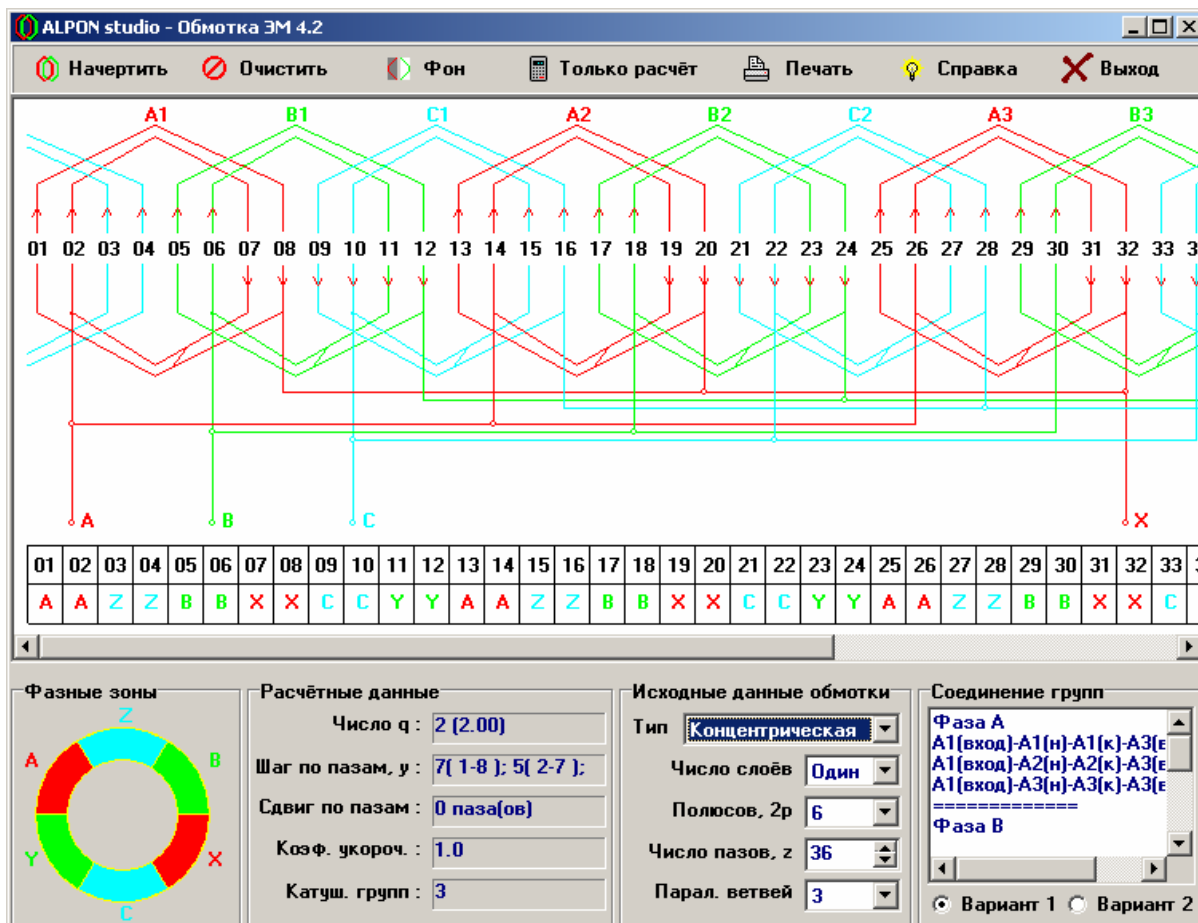

Рисунок 3. Главное окно (концентрическая однослойная обмотка).
- Обмотка концентрическая, однослойная,  $2p = 6$ ,  $z = 36$ ,  $a = 1$  (рис. 3);